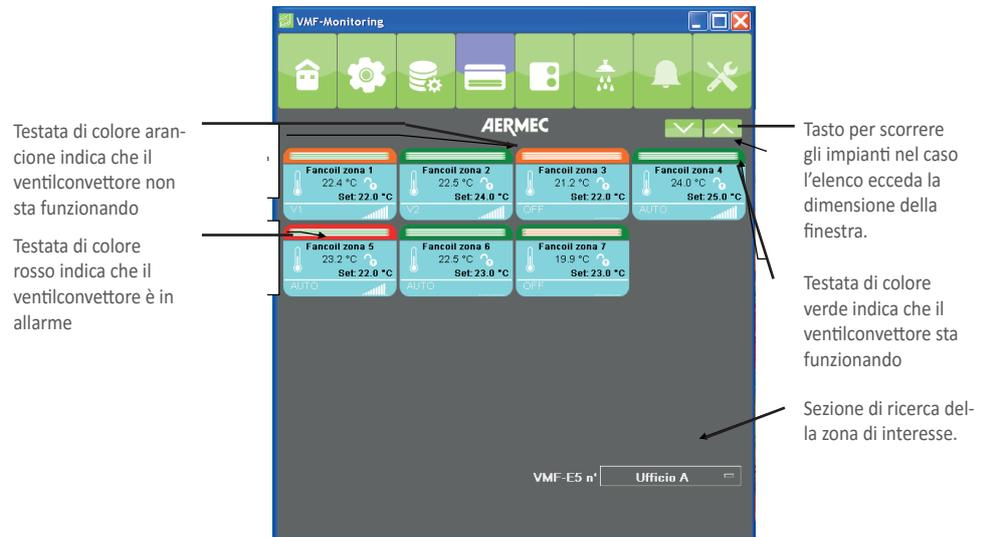

Figura 4: pagina Menù Zone
- La sezione di ricerca presente nella parte inferiore della pagina dell'applicativo (vedi Figura 4)